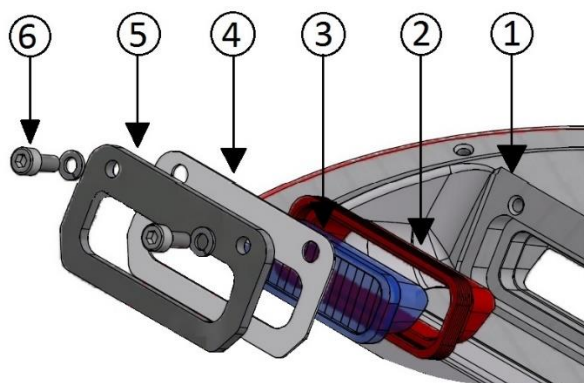

Figura 28 – Guarnizioni del prisma
- guarnizioni prisma montate tra calotta e prisma (Figura 28- n°2).